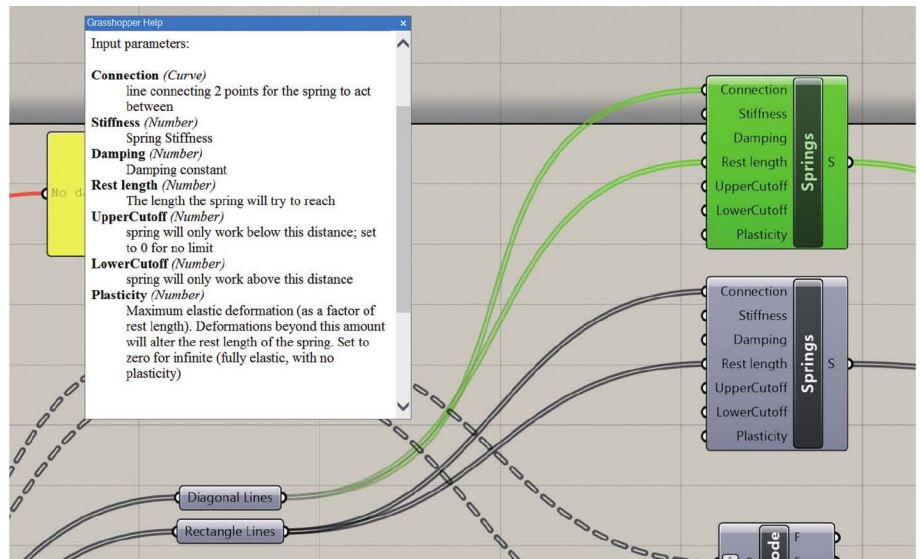

Figure 2
1. Spring : 접혀서는 안되는 부분들을 평평하게 유지시켜주기 위해 simulation이 진행되는 동안 1) 각 사각형및 삼각형의 변의 길이가 동일하게 유지되어야 하며, 2) 사각형의 경우는 대각선의 길이도 동일하게 유지 되어야 합니다 (Figure 2). Spring component의 두가지 parameter들만을 사용하게 되는데요, 첫번째 connection은 각 변과 대각선을 나타내는 선분들을, 그리고 두번째 rest length에는 각각의 선분들이 가지고 있는 고유의 길이값을 연결해 주어야 합니다. 다행히도 길이를 따로 구할필요 없이 원래의 선분들을 연결하는 것 만으로도 이를 충족합니다. 두개의 spring은 각각 변의길이와 대각선의 길이를 의미합니다.